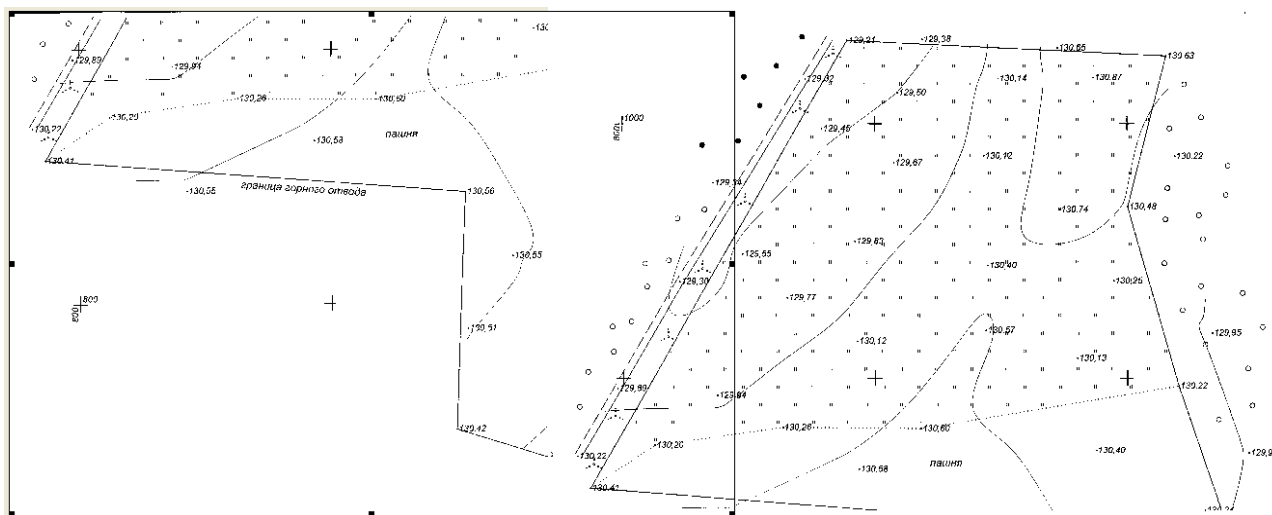

Рис. 2.1
На рис. 2.1. представлена схема расположения фрагментов.
*Активный фрагмент окружен черной прямоугольной рамкой с маркерами (рис. 2.1).*
Определитесь с выбором и количеством опорных точек на активном фрагменте **Фрагмент 1.bmp**. В нашем случае в качестве опорных точек удобно взять кресты координатной сетки, один из которых (юго-западный) подписан (см. рис. 2.1).